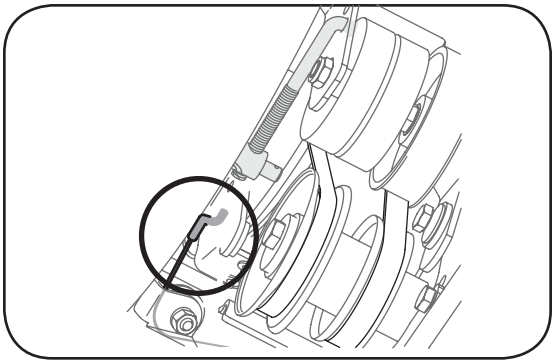

Figure 6-7
6. Tirez le support du frein vers le galeet de guidage du câble et décrochez le raccord en «Z» du câble de la tarîere. Voir la Figure 6-7.